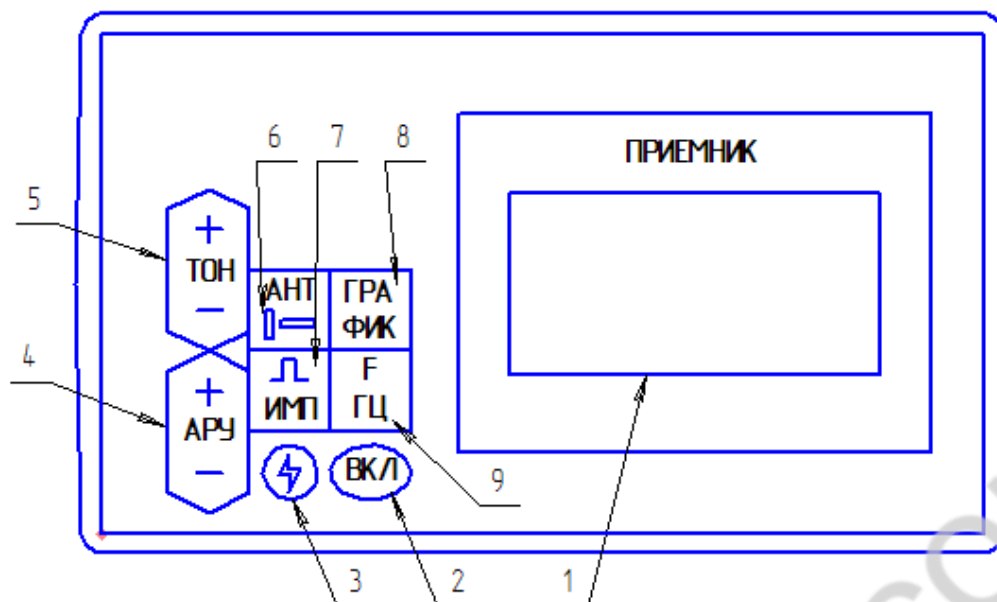
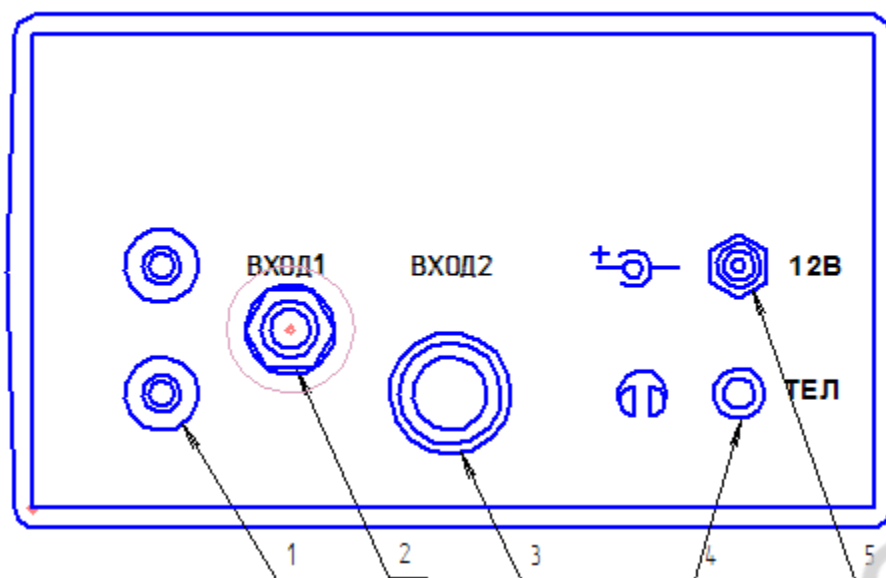
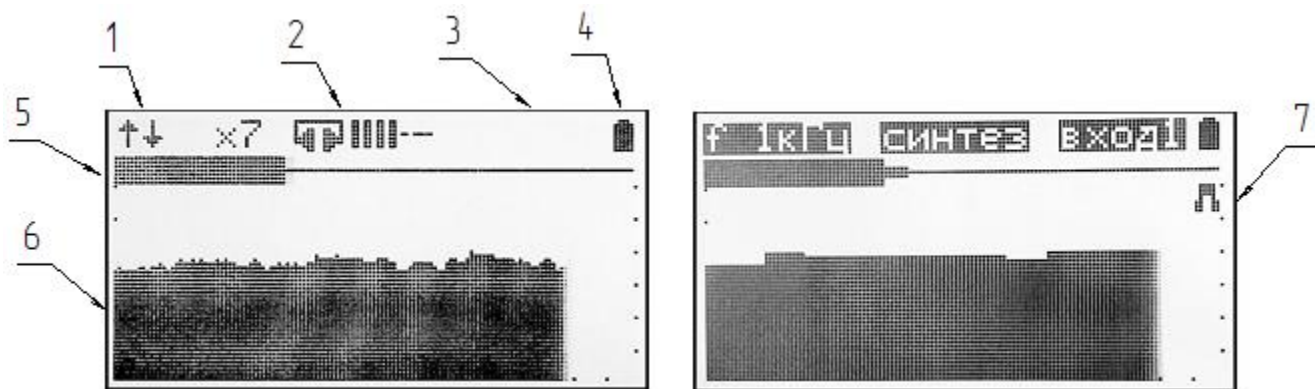

Рис. 4. Передняя панель приемника
Рис. 5. Задняя панель приемника
Рис.6. Дисплей приемника
Органы управления в виде кнопок и дисплей размещены на передней панели корпуса (рис.4). Все соединительные разъемы расположены на задней панели корпуса (рис.5).
Первые секунды при включении на дисплее включается подсветка, выводится название прибора и величина напряжения на встроенном аккумуляторе. Далее дисплей переключается в рабочий режим (рис.6). Сверху дисплея расположена строка состояния, информация на которой выводится в две фазы с периодом около 2 секунд. Слева на рис.6 показана одна фаза индикации, а справа вторая. Дополнительно, при изменении режимов работы, на строке состояния могут кратковременно появляться поясняющие текстовые сообщения.
На рис.6 представлен дисплей в режиме усиления сигнала с универсального входа (клеммы «ВХОД1» рис.5). Этот вход выбирается автоматически, пока не подключается комбинированный датчик к винтовому разъему «ВХОД2».
Уровень усиления (поз.1 рис.4) изменяется ступенями от 0 до 11 и устанавливается короткими нажатиями соответствующих кнопок (поз.5 рис.4). При длительном (более 1 с) нажатии любой из этих кнопок включается (выключается) система автоматической регулировки усиления и на поз.1 рис.6 выводится надпись «АВТО».
Во второй фазе индикации строки на поз.1 рис.6 отображается выбранная частота («100Гц», «275Гц», «1кГц», «5кГц», «ПОЛОСА»). Частота выбирается нажатиями кнопки «F/Гц».
В поз.2 рис.6 на строке состояния выводится информации о настройках в канале усиления головных телефонов приемника. Слева на рис.6 показан значок наушников и линейный указатель уровня громкости. Громкость звука в наушниках регулируется короткими нажатиями
кнопок поз.4 рис.4. Длительным (более 1 с) нажатием любой из этих кнопок переключается способ формирования звука в наушниках, который отображается во второй фазе индикации строки состояния. Надпись «СИГНАЛ» соответствует выводу в наушники напряжения с селективного усилителя приемника. «СИНТЕЗ» обозначает режим вывода в наушники одного синтезированного тона (независимо от выбранной частоты селекции приемника) с пропорциональной входному сигналу амплитудой.
В позиции 3 рис.6 выводится название задействованного входа сигнала («ВХОД1» или «ВХОД2»). Если подключен комбинированный датчик («ВХОД2»), то автоматически выбирается многоканальный режим работы и в позиции (3) выводится значок выбранной антенны комбинированного датчика (горизонтальная или вертикальная). Выбор антенны в многоканальном режиме осуществляется кнопкой «АНТ» на рис.4.
Кнопка «ИМП» рис.4 позволяет выбрать режим обработки и индикации для работы с импульсным или непрерывным сигналом. При работе с импульсными сигналами на линейной шкале показываются одновременно две полосы разной ширины. Широкая полоса отражает мгновенные отсчеты сигнала для возможности оперативного визуального контроля наличия импульсного сигнала генератора. Узкая полоса шкалы обновляется раз в период импульсного сигнала и пропорциональна амплитуде импульсов. На графике информация об уровне сигнала также обновляется раз в период импульса. Режим работы с импульсами обозначается символом импульса на графике (поз.7 рис.6).
Перед началом работы с приемником следует зарядить его аккумулятор. Для этого к разъему «12 В» подключается источник постоянного тока с напряжением $9 \div 15$ В (например сетевой адаптер из комплекта поставки). При полной зарядке светодиод поз.3 рис.6 гаснет. Включается приемник кнопкой «ВКЛ».